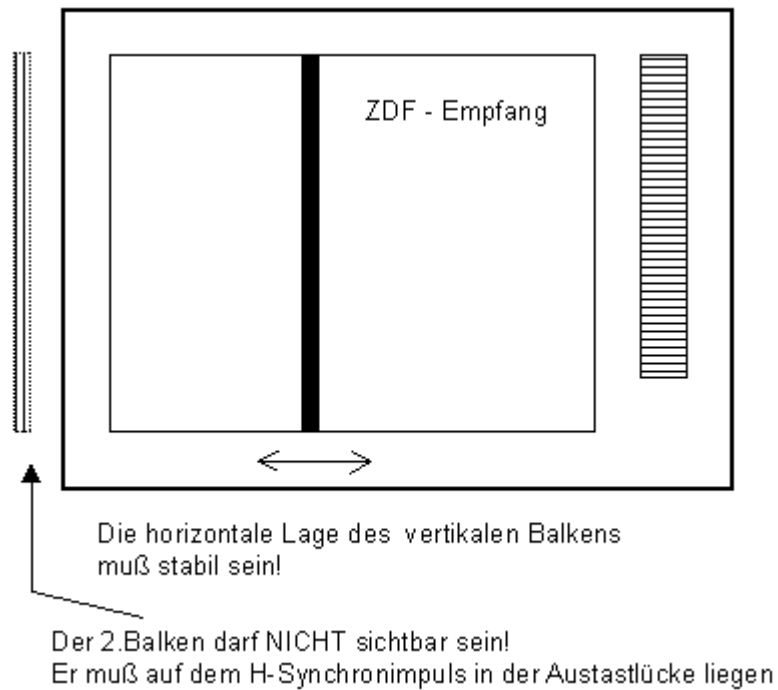

Bild 6 Abstimmmanzeige
Eine Besonderheit ist die Abstimmmanzeige, die in Form eines schmalen vertikalen Balkens in das Fernsbild eingeblendet wird (Bild 6). Damit kann gleichzeitig die Qualität des Fernsehempfanges und das Synchronisieren des Quarzoszillators kontrolliert werden. Mit der doppelten Horizontalfrequenz -also zweimal pro Fernsehzeile- wird das Monoflop IC5A getriggert und erzeugt pro Zeile zwei je ca. 1µs lange Impulse. Jeder Impuls entspricht ca. 1/64 der Zeilendauer von 64µs. Ist der Quarzoszillator synchronisiert, liegt der eine Impuls exakt auf dem Horizontal-Synchronimpuls des Fernsehbildes und damit unsichtbar in der Horizontal-Austastlücke. Der 2.Impuls liegt ungefähr in der Bildmitte und ist immer sichtbar. Die horizontale Lage des Balkens muß nach einigen Minuten stabil sein, ein horizontales Wandern ist ein Hinweis auf Synchronprobleme.
6. Optische Kontrolle der Abstimmanzeige: Der vertikale Balken muß sich nach einiger Zeit ungefähr in der Bildmitte einpendeln, der zweite Balken muß am Bildrand verschwinden und darf nicht mehr erscheinen (Bild 6).